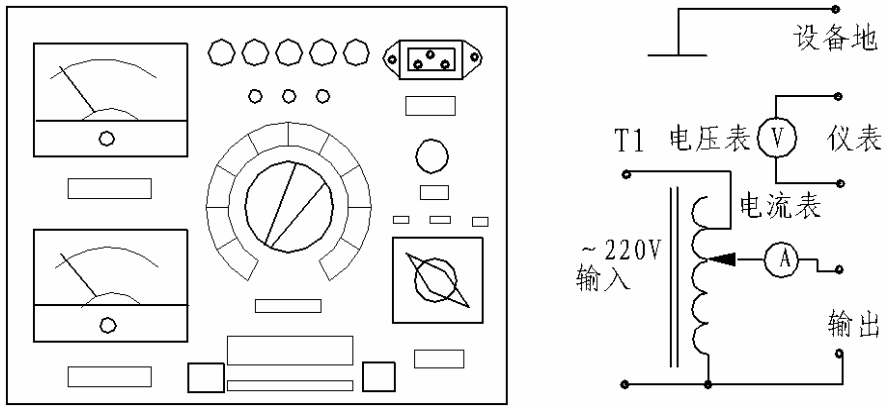

图 2.8 高压试验操作箱示意图
1. 操作箱（选配仪器）：高压试验操作箱与高压 PT 配套, 一般需要输出交流 0—50KV, 直流 0—70KV 电压、输出功率 1.5—5KW、具有过流保护功能并且能将过流保护功能关断, 其外形图和接线图如图 2.8 所示：